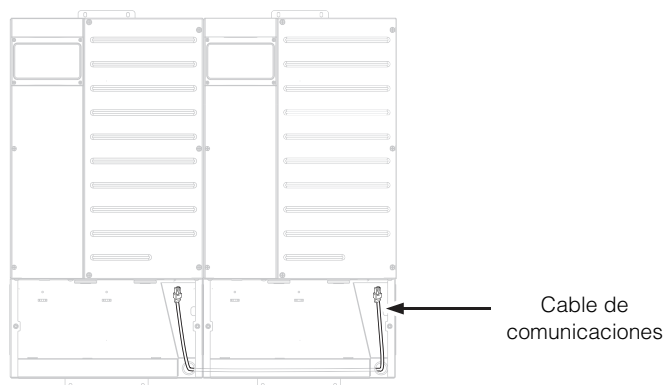

Figura 4-6 Instalación de cables AC sync (sincronización de CA) y Xanbus.
3. Enrute el cable como muestra la Figura 4-6. Enrute todo cable de comunicación adicional a través de los conductos eléctricos. Vuelva a colocar los conductos de cables, teniendo la precaución de no pellizcar los cables. Fije los conductos a la Caja de derivación con el tornillo que se retiró anteriormente.